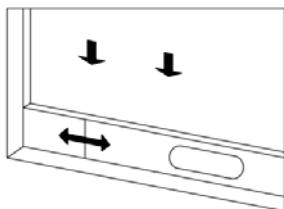
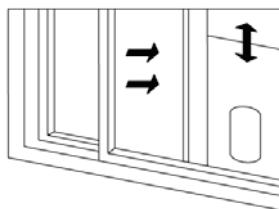

Bild 2
Bild 3
1. Läman fönstret på halvglänt och montera fönsterplattan med tätning på fönstret (som visas i bild 2 och bild 3). Komponenterna kan placeras i horisontell och vertikal riktning.